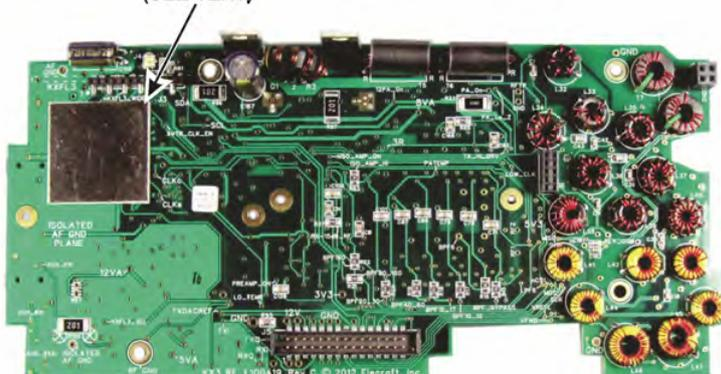

Figure 37. Installing the RF Board Shield.
□ ESD予防措置を講ずることは、その保護封筒からRFボードを取り除き、シールドをpcボード上の正方形のアウトラインにマウントします。シールドを離れてカバーする保護後部の皮をむいて、図37に示されるようなRFボード上のアウトラインでシールドを注意深く整理させてください。それがRFボードによく付着させられることを保証するためにシールドを押してください。